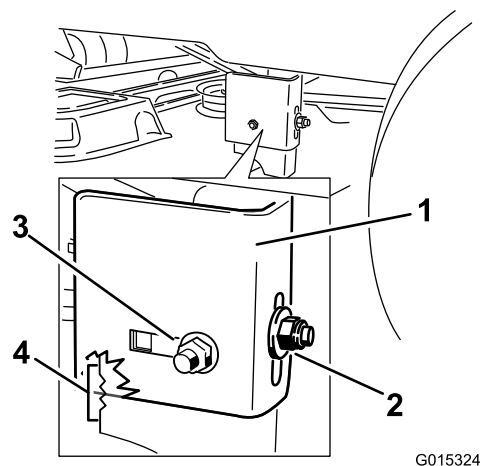

Figura 62
9. Afloje la tuerca de bloqueo trasera de la pletina de suspensión (Figura 62).
10. Afloje la tuerca de bloqueo lateral de la pletina de suspensión lo suficiente para permitir ajustar la barra (Figura 62). Utilice las muescas del soporte soldado
11. Cuando la carcasa esté en la posición deseada, apriete la tuerca de bloqueo lateral de la pletina de suspensión para fijar la posición nueva (Figura 62). Apriete la tuerca de bloqueo trasera de la pletina de suspensión.